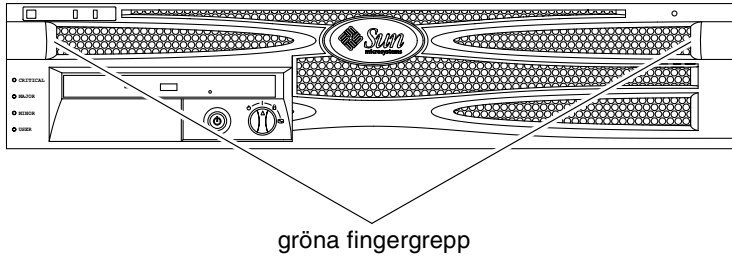

BILD 2-1 Fingergrepp på infattning
1. **Fatta frontinfattningen vid de två fingergreppen och rotera ner till öppen position (BILD 2-1).**